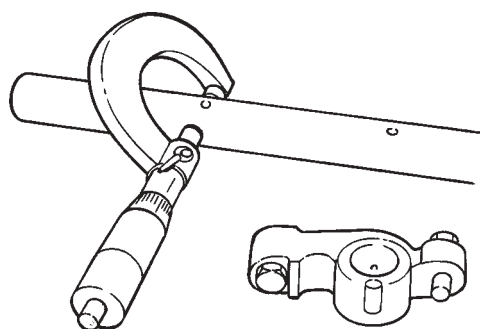

Fig. 26. Mesure de l'axe de culbuteur
4. Vérifier l'usure de l'axe de culbuteur à l'aide d'un palmer (fig. 26). Diamètre mini. 11,57 mm.